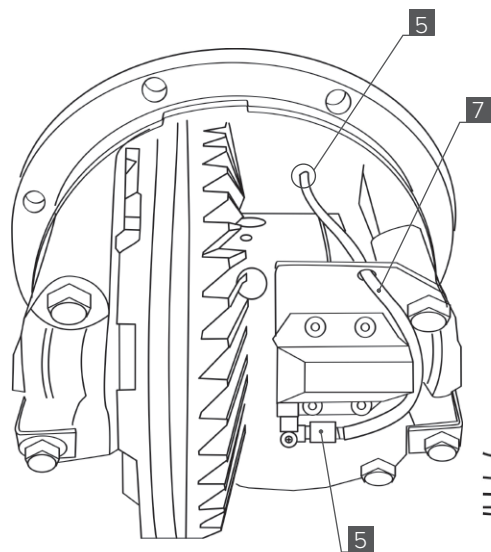

Рис. 6
13. Соедините фитинг угловой [5] с фитингом актуатора [5] трубкой [7] (**Рис. 6**).